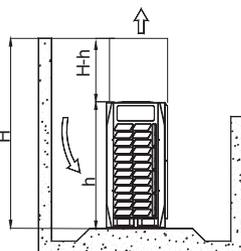

Рис. 4-17
- ❖ Если в конкретных условиях монтажа блок требуется расположить ближе к стене, то в зависимости от соотношения высоты прилегающих стен и высоты блоков для обеспечения необходимого выпуска воздуха может потребоваться установка воздуховода. В условиях, изображенных на рис. 4-17 вертикальный участок воздуховода должен иметь высоту не менее H-h. Если наружный блок требует установки воздуховода и статическое давление превышает 20 Па, блок должен быть специально рассчитан на соответствующее статическое давление.
Если в конкретных условиях монтажа блок требуется расположить ближе к стене, то в зависимости от соотношения высоты прилегающих стен и высоты блоков для обеспечения необходимого выпуска воздуха может потребоваться установка воздуховода. В условиях, изображенных на рис. 4-17 вертикальный участок воздуховода должен иметь высоту не менее $H-h$. Если наружный блок требует установки воздуховода и статическое давление превышает 20 Па, блок должен быть специально рассчитан на соответствующее статическое давление.